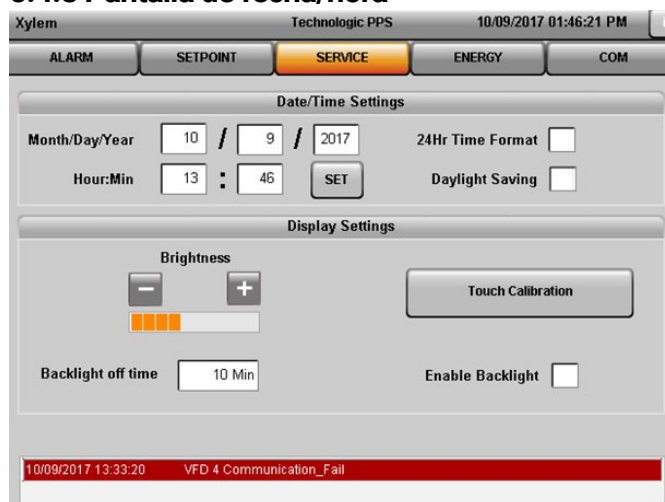

Figura 5.4.33: Pantalla de fecha/hora
La fecha y hora se pueden ajustar en la página [Date/Time] (Fecha/Hora). Toque el botón [Service] (Servicio) y luego toque el botón [Date/Time] (Fecha/Hora) para navegar a esta página. Consulte la **Figura 5.4.33**.
- **Month/Day/Year** (Mes/Día/Año): Ingrese el **Mes, Día y Año** actual en su respectivo espacio de entrada, tal como se muestra en la Figura 5.4.33. **Por ejemplo:** 1 de enero de 2017 se debe ingresar como 01 en [Month] (Mes), 01 en [Day] (Día) y 2017 en [Year] (Año). Toque el botón [Set] (Ajustar) después de ingresar el Mes, Día y Año para ajustar la fecha.
- **Hora:Minutos:** Ingrese las horas usando el formato de 24 horas y los minutos de 0 a 60 en su espacio respectivo de entrada, tal como se muestra en la **Figura 5.4.33**. **Por ejemplo:** 9:30 p.m. se debe ingresar como 21 Horas y 30 Minutos.